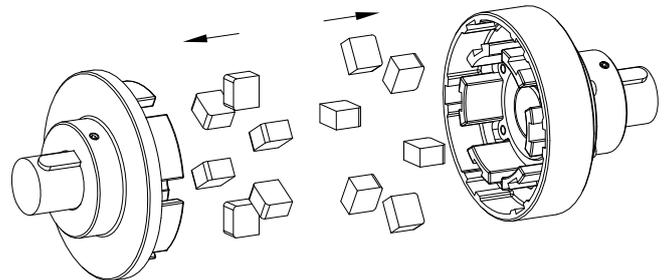

Figura 14: Montaggio dei pezzi
- Inserire i pezzi nell'elemento a settori frontali o nell'anello a settori frontali (vedere la figura 14).